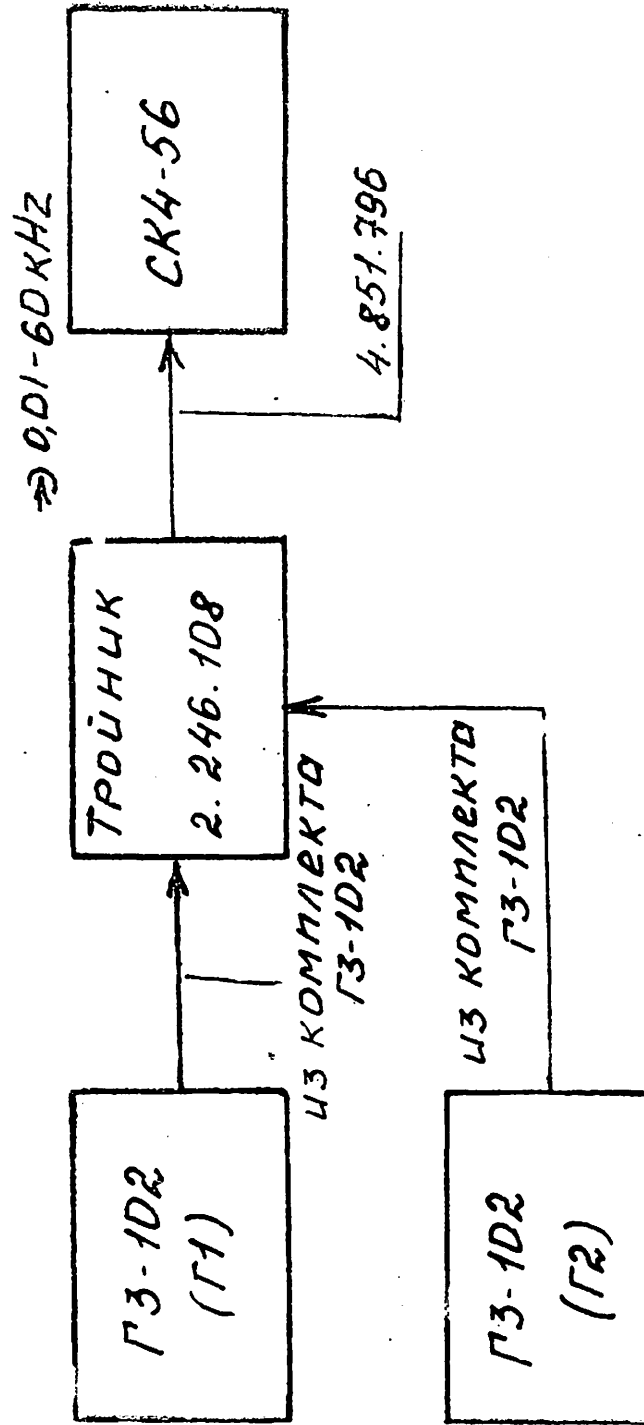

Рис. 12. Структурная схема проверки интермодуляционных искажений
10.3.15. Относительный уровень помех, обусловленных интермодуляционными искажениями, измеряется по структурной схеме рис. 12.